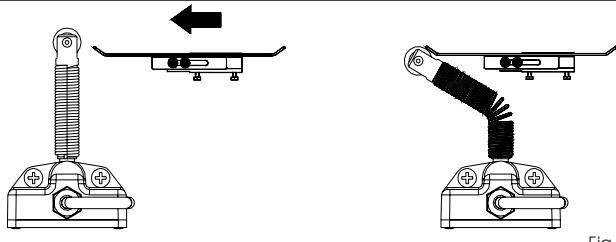

Fig.21
a) Il lamierino deve attivare il finecorsa sulla parte sagomata come da Fig.21.